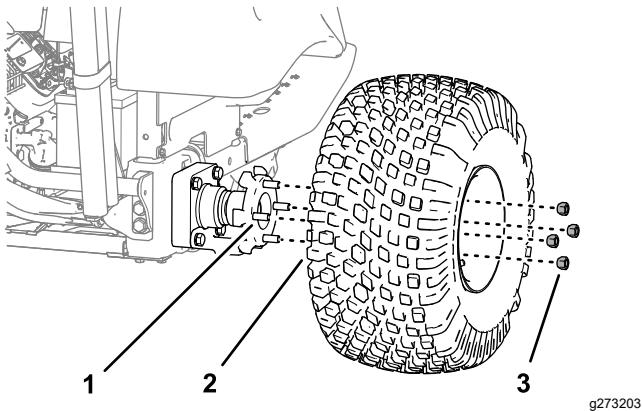

Figure 29
2. Retirez les 4 écrous qui fixent la roue au moyeu, puis déposez la roue complète (Figure 29).
7. Montez la roue complète sur les goujons de roues (Figure 29) à l'aide des 4 écrou de roue que vous avez retirés à l'opération 2, et serrez les écrous à la main.